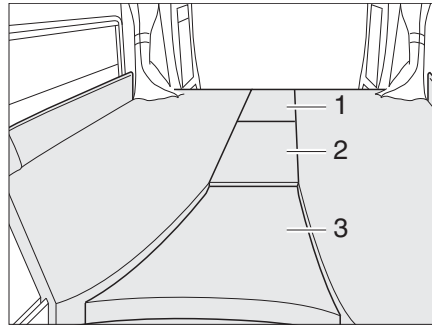
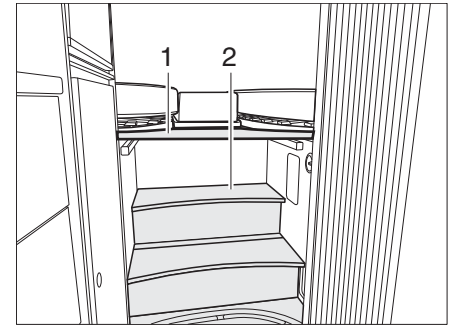

Fig. 46 Lit double à l'arrière
Fig. 47 Lit double près de l'escalier
- ▷ Afin de pouvoir utiliser l'escalier, ne pas utiliser la planche (Figure 47,1) au-dessus de l'escalier ni le coussin supplémentaire (Figure 46,3).
- Placer la planche (Figure 47,1) sur les traverses au-dessus de l'escalier (Figure 47,2).
- Placer les coussins supplémentaires (Figure 46,1, 2 et 3).